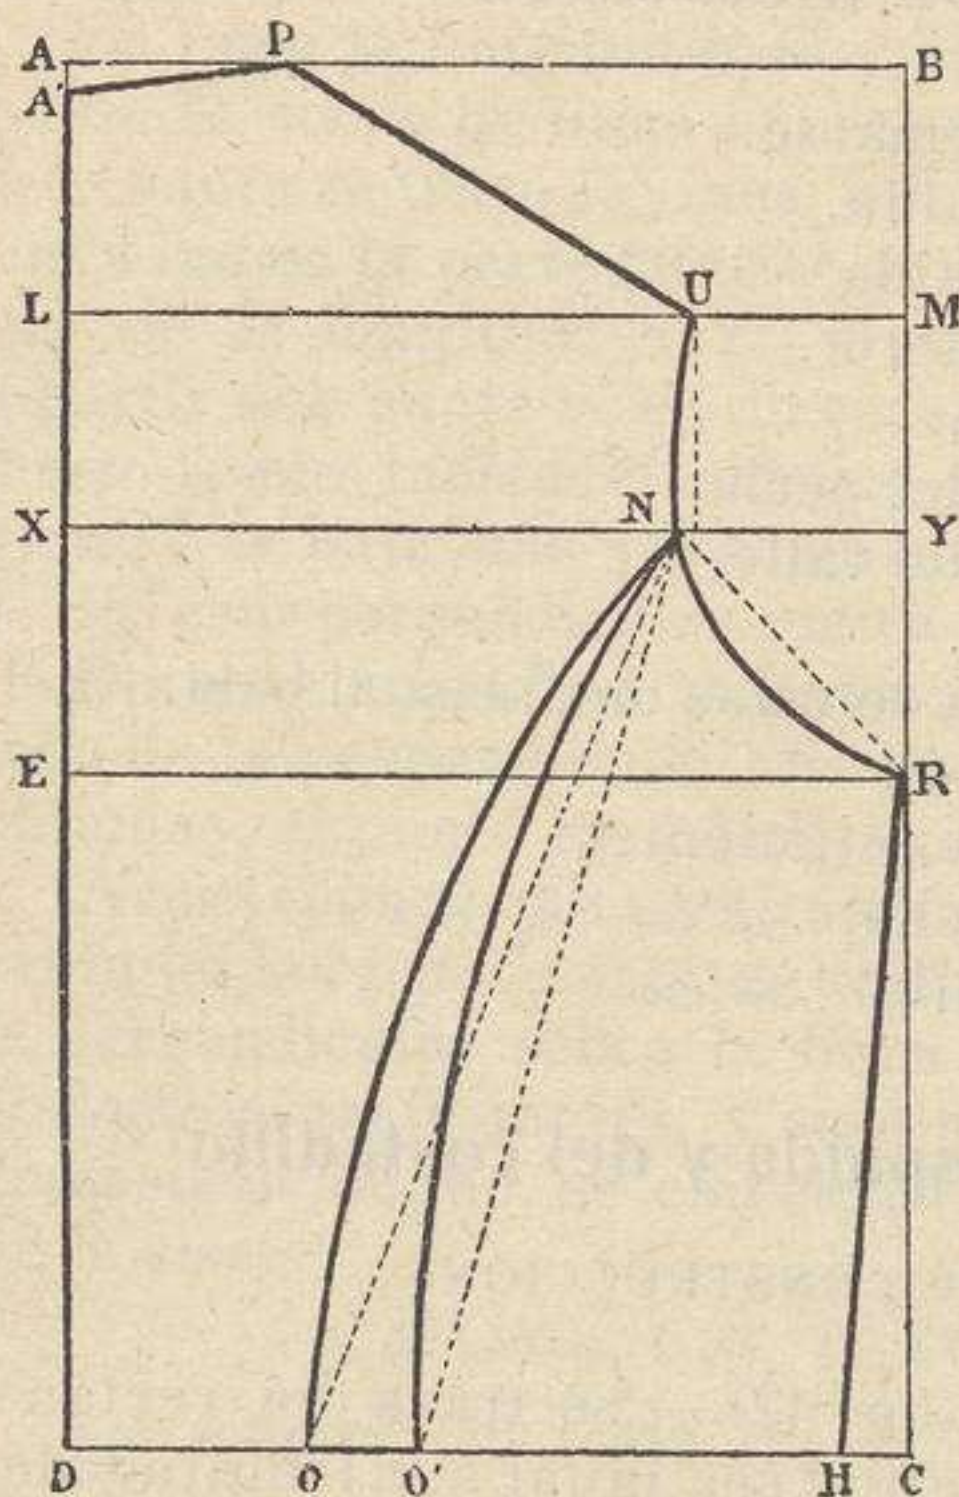
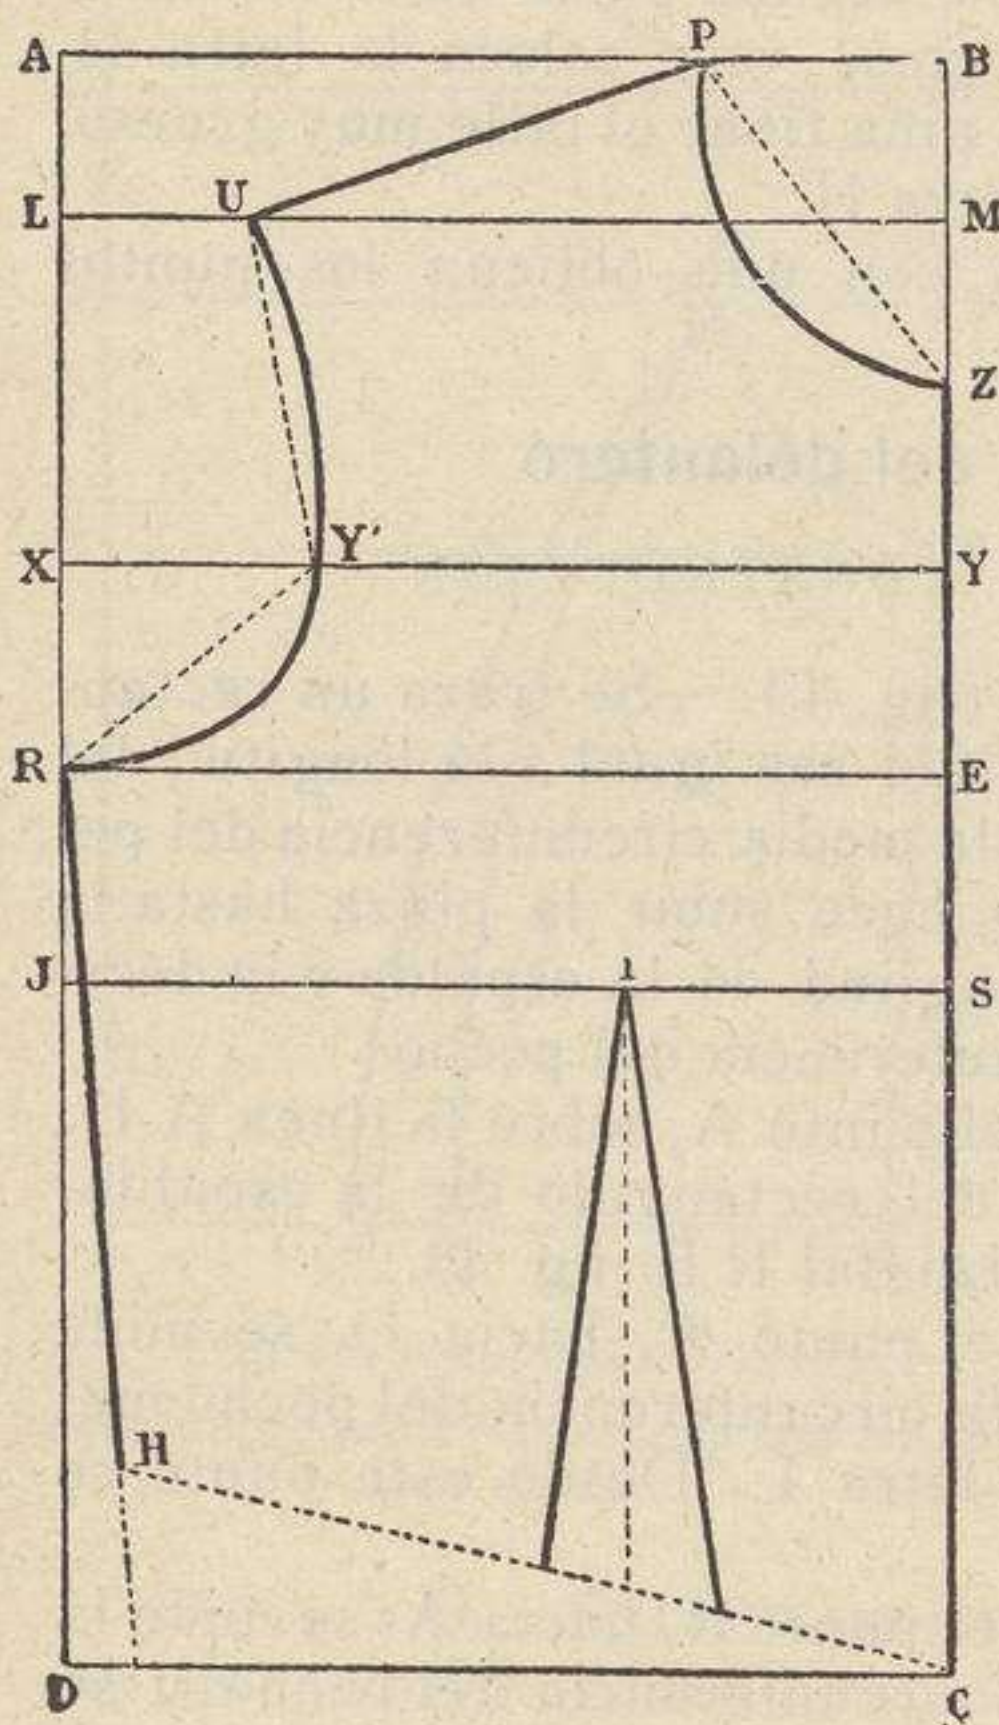

Fig. 42 ( $\frac{1}{5}$  del tamaño real).
Fig. 43 ( $\frac{1}{5}$  del tamaño real)
**Rectángulo A B C D** (fig. 42).—Se traza un rectángulo A B C D, cuya longitud sea igual á la longitud de la espalda, y la anchura al medio ancho de la espalda, más la décimasexta parte de la circunferencia del pecho.
**Rectángulo A B C D** (fig. 43).—Se traza un rectángulo A B C D, cuya longitud sea igual á la longitud del delantero, y la anchura á la media circunferencia del pecho más 1 cm. (ó 2 si se hace subir la pinza hasta la sisa), y menos la media longitud de la espalda y la décimasexta parte de la circunferencia del pecho.
**Línea R E.**—Desde el punto A, sobre la línea A D, se mide la longitud B R, del rectángulo de la espalda, (fig. 42) y se traza la horizontal R E (fig. 43.)
R H del costadillo (fig. 42) y se coloca la letra H. Se refuerza la línea R H.
Se miden las longitudes DO de la espalda, O' H del costadillo (fig. 42) y DC del rectángulo del delantero; se suman estas tres longitudes, se quita de la suma la mitad de la circunferencia del talle; se mide el excedente á la izquierda del punto O y se coloca O'.—Se unen O' y O con el punto Y' por medio de oblicuas punteadas y luego con curvas cuyo vértice diste de aquellas  $1\frac{1}{2}$  cm.